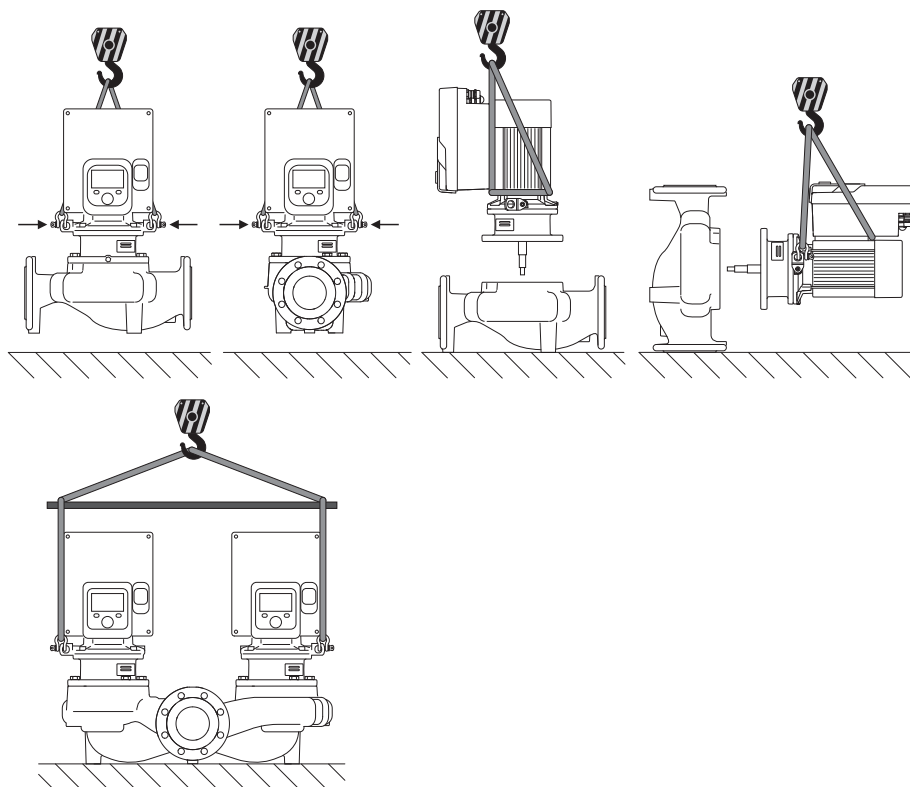

Fig. 6: Emelési irány
A szivattyú szállítását engedélyezett teherszállító eszközök (csigasor, daru stb.) segítségével kell elvégezni. A teherszállító eszközöket a motorkarima szállítógyűrűihez kell rögzíteni. Ha szükséges, tolja az emelőhurkot az adapterlemez alá (Fig. 6).
2. Biztosítékként megfelelő emelőeszközökkel rögzítse a behelyezhető készletet (Fig. 4) a szállítógyűrűkön. A Fig. 6 szerint helyezzen egy hevedert a motor és az elektronika-modul adaptere köré, hogy ne boruljon fel az egység. A rögzítéskor kerülje el az elektronikamodul sérülését.